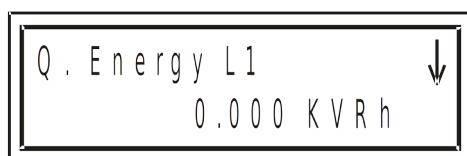

Рис. 39
2. Нажмите **Enter**, на дисплее появится экран значений реактивной энергии. Используйте кнопки \downarrow \uparrow , чтобы посмотреть реактивную энергию во всех трех фазах и суммарную реактивную энергию (рис. 39):